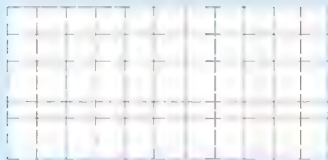

图 2.28 【偏移】命令生成⑦~⑫轴线
- ①~⑥轴线的间距各不相同, 所以每偏移一条轴线, 都需要重新启动【偏移】命令并给出所要偏移的距离。但①~⑥轴线间的距离均为 3900mm, 所以一次【偏移】命令就可以偏移出②~⑥轴线。
- 重复执行【偏移】命令生成⑦~⑫轴线, 如图 2.28 所示。